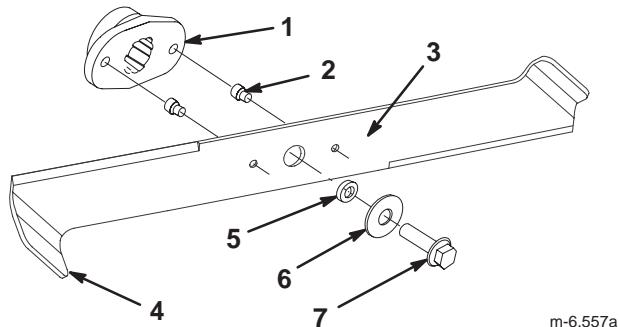

Figure 32
2. Inspectez les tranchants des lames (Fig. 32). Si elles ne sont pas tranchantes ou si elles présentent des indentations, déposez et aiguisez les lames (voir Aiguisage des lames, page 31).
3. Inspectez les lames, surtout les bords recourbés (Fig. 32). Si vous remarquez que les lames sont usées ou endommagées à ces endroits, remplacez-les immédiatement.
4. Si les goupilles de cisaillement sont cassées, remplacez-les immédiatement (Fig. 32).
3. Enlevez les boulons, les rondelles et les lames (Fig. 32). Pour enlever le boulon, bloquez la lame en coinçant une cale en bois entre chaque lame et le carter de tondeuse.
1. Installez les lames, les rondelles et les boulons de lames (Fig. 32).